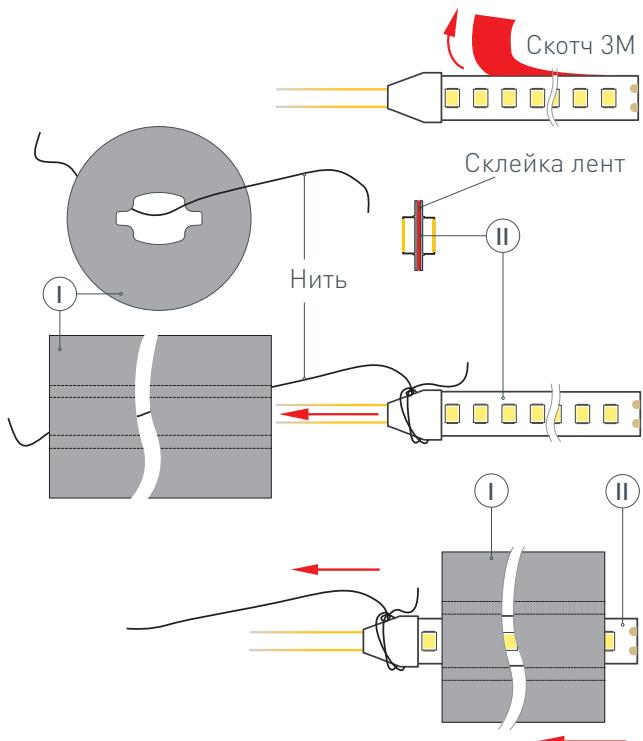

Рис. 1. Протяжка светодиодных лент (II) в профиль (I), вид сверху
Установите** светодиодные ленты (II) в профиль (I). Для этого необходимо снять защитный слой со скотчей на светодиодных лентах (II) и склеить ленты тыльными сторонами, чтобы можно было протянуть через профиль. Затем привязать нить (находится внутри профиля) с одной стороны профиля (I) к склеенным светодиодным лентам (II), как показано на рис. 1. Чтобы втянуть ленты в профиль, сначала аккуратно поместите кабели питания светодиодных лент (II) внутрь профиля (I), а затем, насколько это возможно, вставьте край светодиодных лент. Аккуратно потяните за нить с другой стороны профиля (I) и тем самым протяните*** светодиодную ленту (II) в профиль (I). Отвяжите нить от светодиодной ленты. **! ЗАМЕНА ЛЕНТЫ.** Если понадобится заменить уже установленные в профиле светодиодные ленты, то необходимо проделать те же действия: привяжите нить к светодиодным лентам с одной стороны профиля, аккуратно потяните ленту с другой стороны профиля. Таким образом, нить снова окажется внутри профиля, готовая для повторного использования.